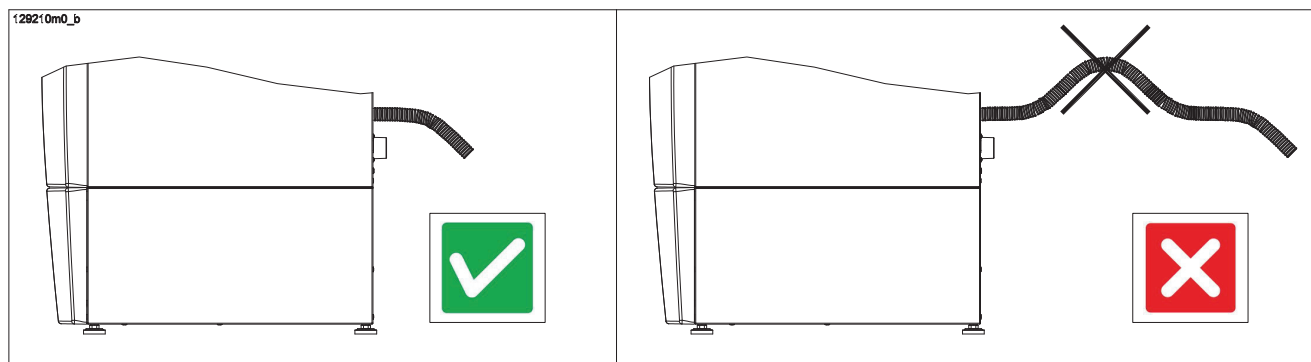

Figura 8-2 - Corretta pendenza del tubo di scarico della condensa
**ATTENZIONE!!!** Lo scarico della condensa deve essere in continua pendenza verso il punto di scarico; evitare i punti alti che potrebbero mettere il condotto in pressione (Figura 8-2).